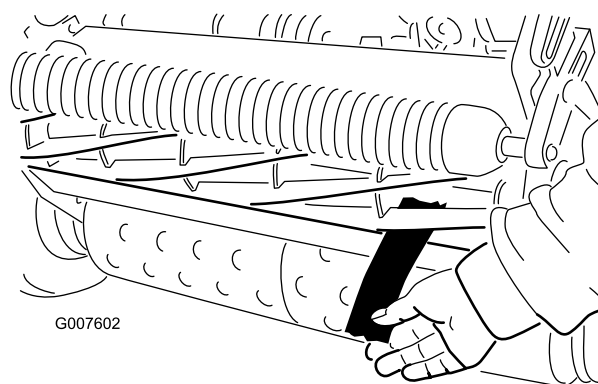

Figura 47
12. Teste o desempenho de corte inserindo uma fita comprida de desempenho de corte entre o cilindro e a lâmina de corte, perpendicular à lâmina (Figura 47). Lentamente rode o cilindro para a frente; deve cortar o papel.